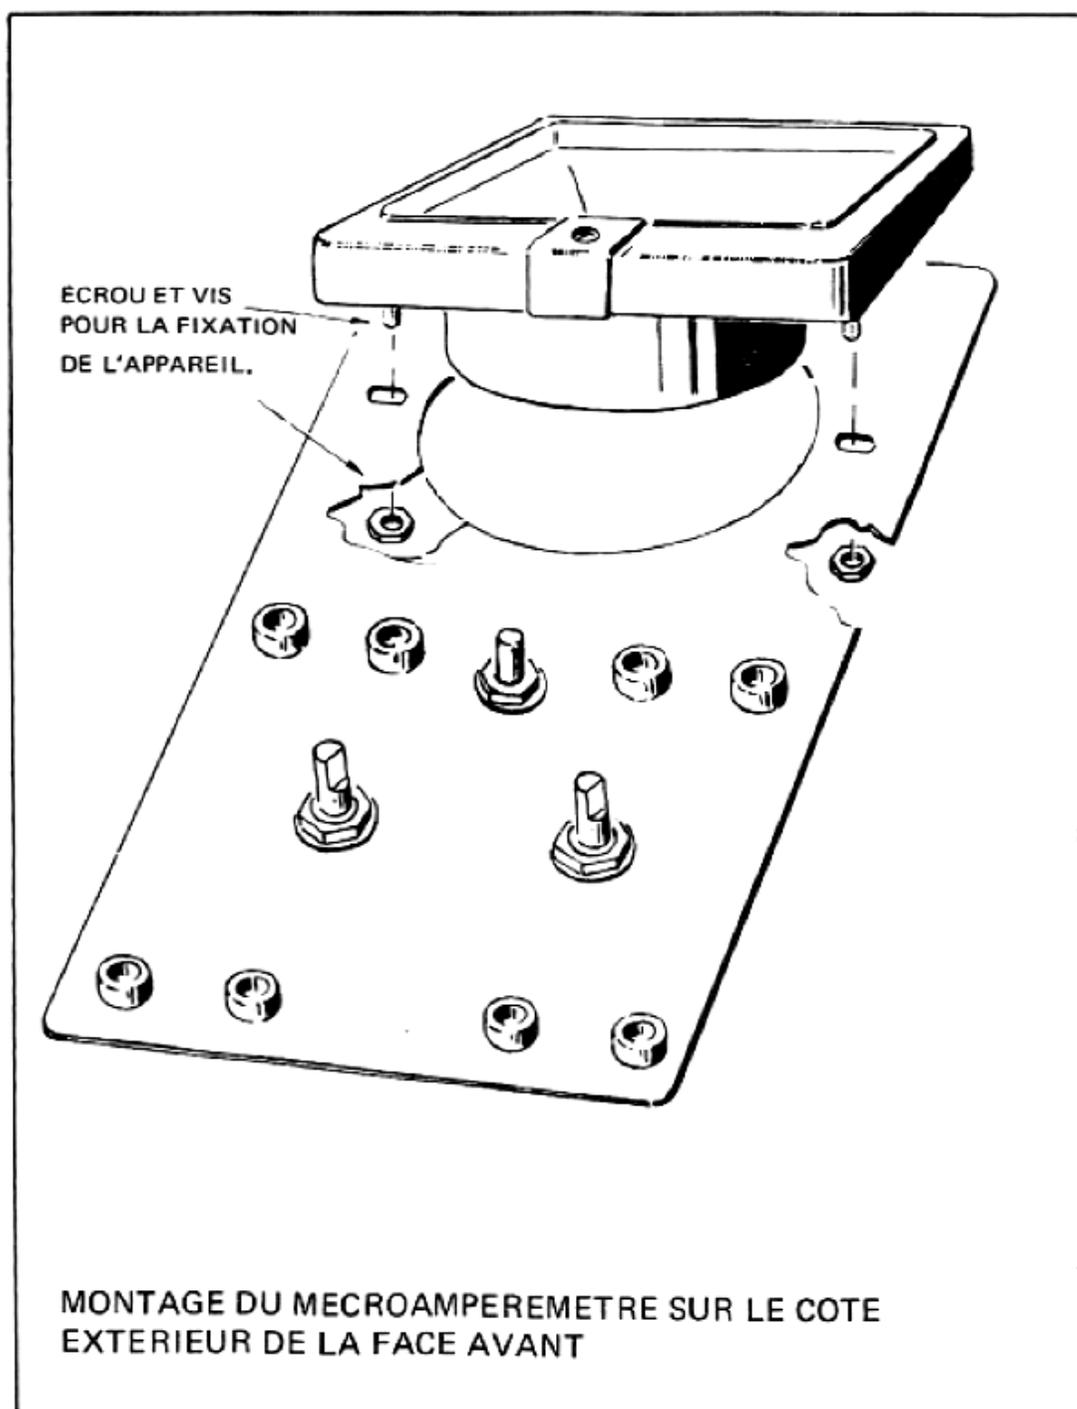

Figure 9
e) Enlevez les écrous qui maintiennent les vis de fixation ; passez l'appareil dans les trous appropriés de manière que le côté arrière du cadran adhère bien au côté extérieur du châssis, comme le montre la *figure 9*.